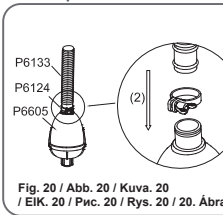

Fig. 20 / Abb. 20 / Kuva. 20 / EIK. 20 / Pvc. 20 / Rys. 20 / 20. Ábra
2. Connect the vacuum hose (P6124) to the vacuum body (P6605) and tighten it with the hose clamp (P6124). (See Fig. 20)
2. Ligue a mangueira de vácuo (P6124) ao corpo de vácuo (P6605) e aperte-a com a pinça de mangueira (P6124). (Veja Fig. 20)
2. Conecte la manguera de vacío (P6123) al cuerpo del dispositivo de vacío (P6605) y ajústela con la abrazadera de la manguera (P6124). (Vea Fig. 20)
2. Stecken Sie den Saugerschlauch (P6123) auf den Saugerkörper (P6605) und befestigen Sie ihn mit der Schlauchschelle (P6124). (Siehe Abb. 20)
2. Sluit vacuümslang (P6133) aan op de behuizing van het vacuümsysteem (P6605) en zet hem vast met de slanglem (P6124). (Zie Fig. 20)
2. Collegare il tubo di aspirazione (P6133) alla testa dell'aspiratore (P6605) e fissarlo con la fascetta stringitubo (P6124). (Vedere Fig. 20)
2. Fixez le tuyau de l'aspirateur (P6133) au corps (P6605) et serrez-le à l'aide du collier de serrage (P6124). (Voir Fig. 20)
2. Присоедините шланг подоса (P6133) к корпусу вакуум-отсоса (P6605) и затяните хомут (P6124). (См. Рис. 20)
2. Połącz wąż odkurzacza (P6133) z korpusem odkurzacza (P6605) i przymocuj go opaską zaciskową (P6124). (Patrz Rys. 20)
2. Koppla vakuumslangen (P6133) till vakuumstommen (P6605) och spänn med slangklämman (P6124). (Se Fig. 20)